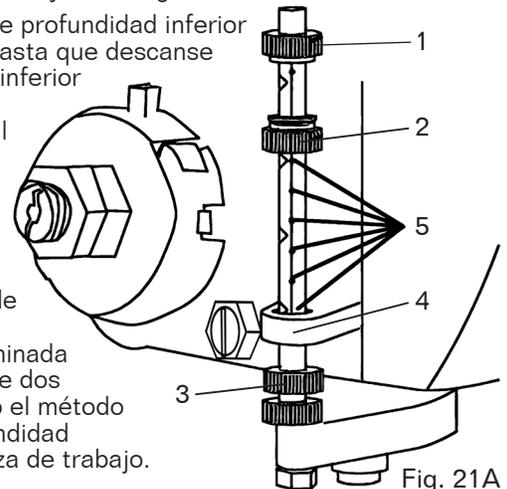

Fig. 21A
AJUSTAR LA PROFUNDIDAD DE TALADRADO (FIG. 21A)
1. Gire la perilla de la escala de profundidad inferior (Fig. 21A - 2) hasta que la parte inferior de la perilla esté alineada con la marca de profundidad deseada (Fig. 21A - 5) en la escala del indicador.
2. Gire la perilla de bloqueo de la escala de profundidad (Fig. 21A - 1) hasta que se encuentre con la perilla de la escala de profundidad inferior (Fig. 21A - 2). El mandril se detendrá después de viajar hacia abajo a la distancia seleccionada.
2. Gire la perilla de profundidad inferior (Fig. 21A - 3) hasta que descansa contra la parte inferior del soporte de calibre de metal (Fig. 21A - 4).